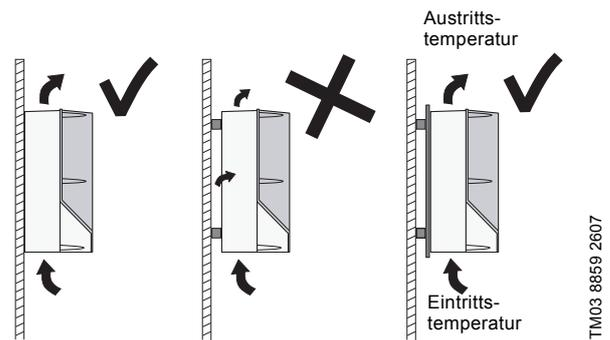

Abb. 37 Direkt an der Wand montierter CUE-Frequenzumrichter oder an einer Montageplatte befestigter CUE-Frequenzumrichter
- Den CUE-Frequenzumrichter direkt an die Wand hängen oder an einer Montageplatte anbringen, damit ein ausreichender Luftstrom zur Kühlung zur Verfügung steht. Siehe Abb. 37.
$\Delta T$  ist die Differenz zwischen der Austrittstemperatur und der Eintrittstemperatur (Umgebungstemperatur) der Kühlluft. Siehe Abb. 37.